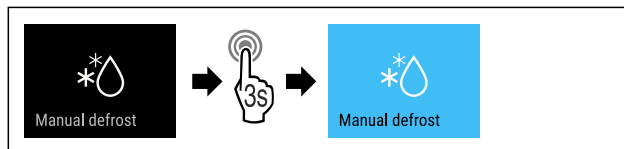

Fig. 132
- ▶ Eseguire i passi (vedere Fig. 132) .